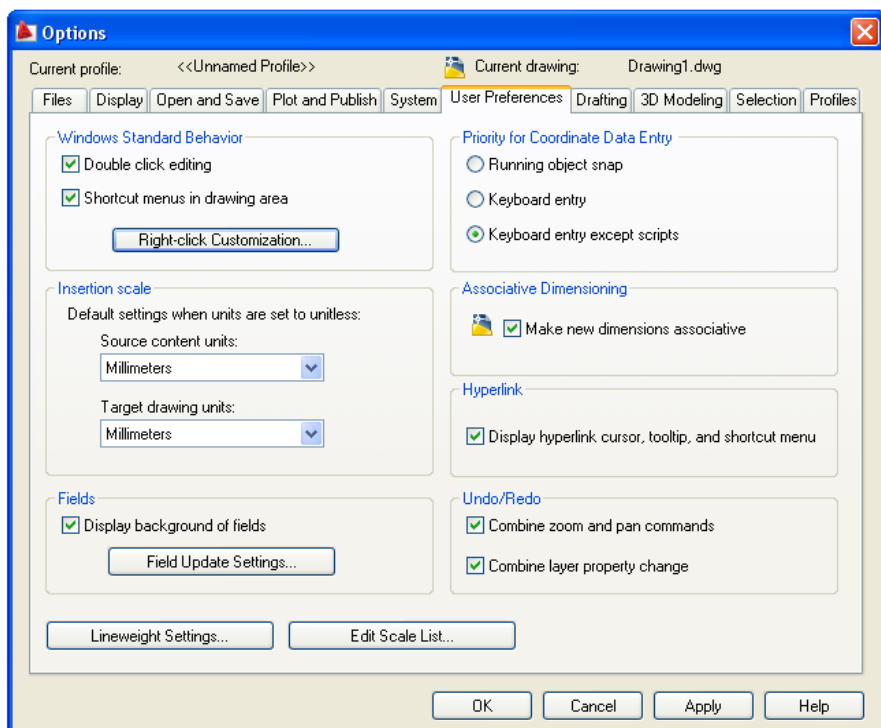

Рис. 4.5
2. Виберіть у цьому вікні вкладку User Preferences (Пользовательские). З'явиться діалогова частина вікна, призначена для налаштування середовища рисування за бажанням користувача (рис. 4.5).